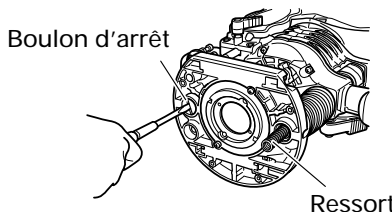

Fig. 18
- (1) Dévissez les 4 vis de la sous base et retirez sous base.
- (2) Dévissez le boulon d'arrêt et retirez-le de façon à retirer le ressort. (Fig. 18)